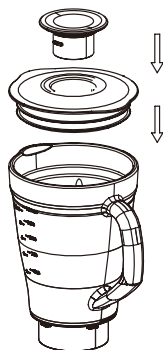

Fig 1
1. Helyezze a mérőpoharat a beöntőnyílásba (8) így megakadályozva, hogy a kehelyben (9) lévő tartalom le legyen zárva. (Fig. 1)